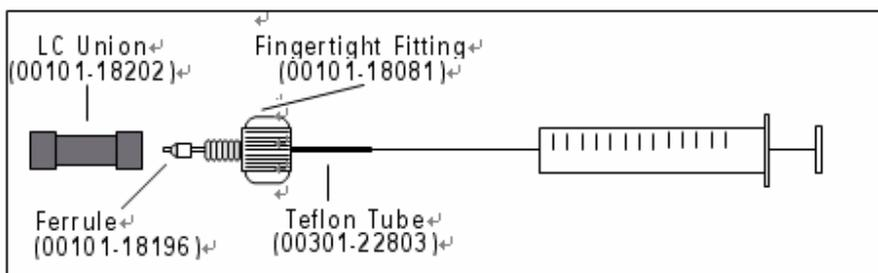

图7-1 APCI/MS 注射泵的管线连接
1. 将带有手拧接头（褐色）和 密封圈（褐色）的一段4cm长（直径为1.5英寸）的聚四氟乙烯管线与LC 三通连接。见图7-1。